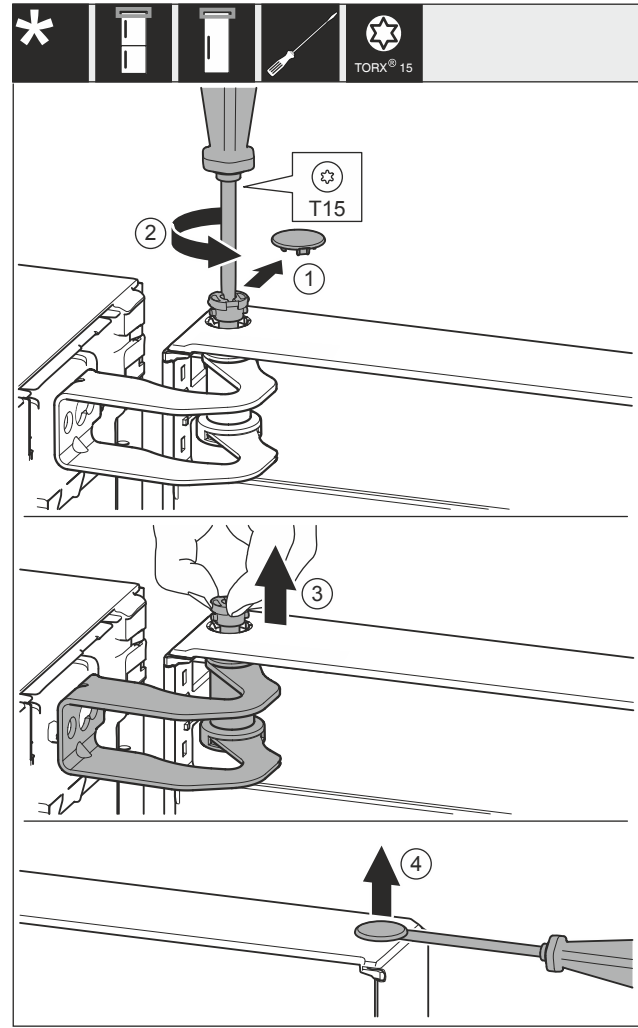

Fig. 27
- Abdeckung Fig. 27 (1) vorsichtig entfernen.
- Bolzen Fig. 27 (2) mit Schraubendreher ein Stück herausdrehen.
- Bolzen Fig. 27 (3) mit den Fingern herausziehen.
- Abdeckung Fig. 27 (4) vorsichtig mit einem Schraubendreher anheben und entfernen.